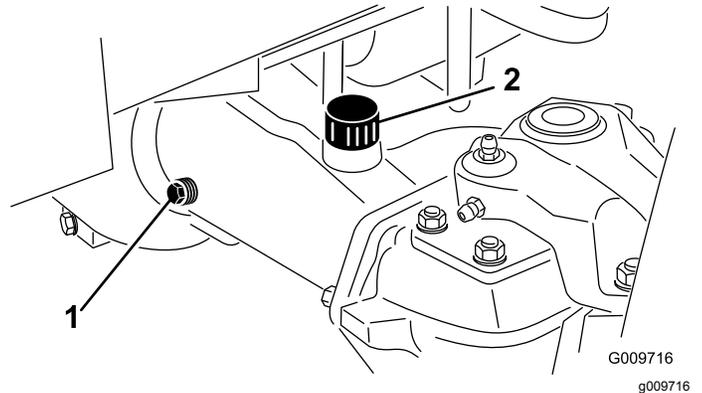

Bild 74
2. Entfernen Sie eine Prüfschraube aus einem Ende der Achse (Bild 74) und stellen sicher, dass das Öl die Unterseite des Lochs erreicht.
3. Entfernen Sie bei niedrigem Ölstand die Füllschraube (Bild 74) und füllen genug Öl ein, um den Stand bis an die Unterseite der Prüfschraubenöffnungen anzuheben.